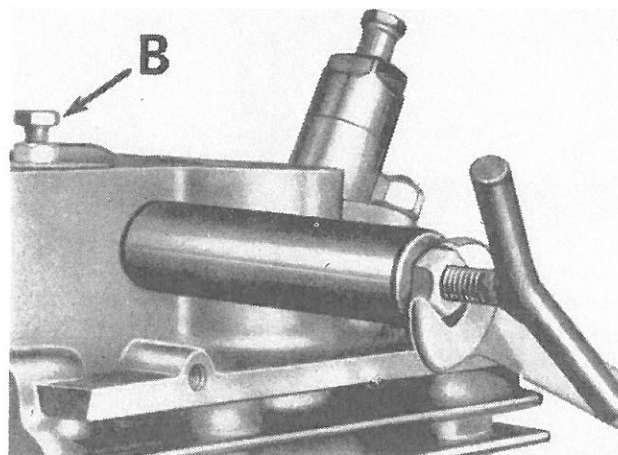

Fig. 5
Prima di applicare l'estrattore, allentare il bullone (B) bloccaggio perno. (Fig. 5).
Before applying puller, loosen shaft locknut (B) in Fig. 5.
Avant d'appliquer l'extracteur, desserrer la vis (B) de blocage d'axe (fig.5).